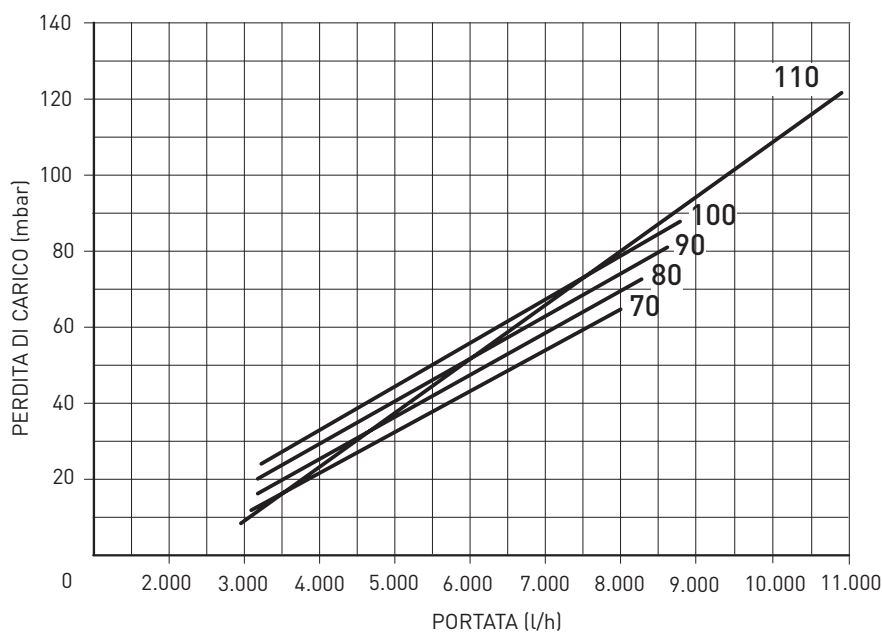

Fig. 9
3.4 PERDITE DI CARICO CIRCUITO CALDAIA (fig. 9)
Le perdite di carico sono rappresentate dal grafico di fig. 9.